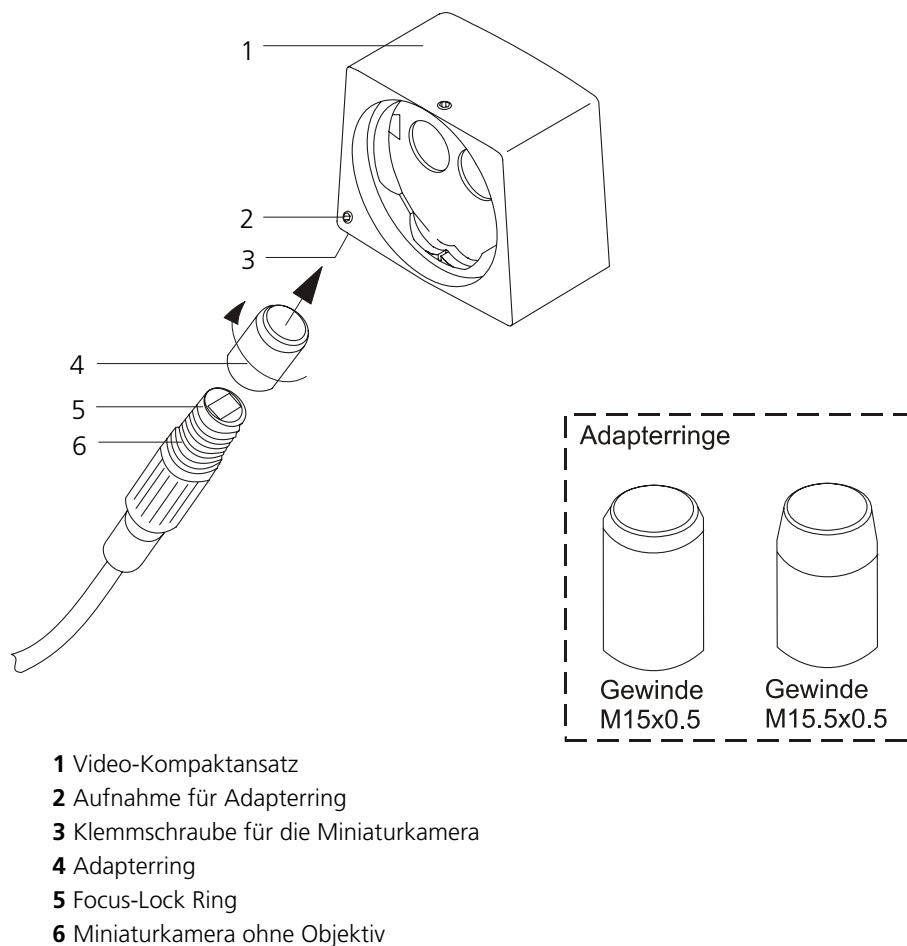

Abb. 21 Ansetzen der Miniaturkamera
- Schrauben Sie den Fokus-Lock Ring (5, Abb. 21) des Kamerakopfes bis zum hinteren Anschlag.
- Schrauben Sie den Adaptring (4, Abb. 21) für die jeweilige Kamera auf das Gewinde der Miniaturkamera (6, Abb. 21). Kontern Sie den Adaptring leicht mit dem Focus-Lock Ring (5, Abb. 21).
- Stecken Sie den Adapterring von außen in die Aufnahmeöffnung (2, Abb. 21) des Video-Kompaktansatzes (1, Abb. 21) und beobachten Sie das Monitorbild.
- Stimmen Schärfe und Bildlage, ziehen Sie vorsichtig die Klemmschraube für die Miniaturkamera (3, Abb. 21) an, um die Kamera zu arretieren.